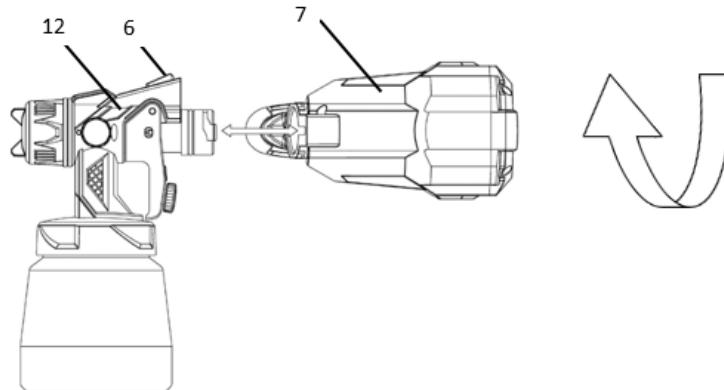

Рисунок 2
Для з'єднання частин потрібно вставити блок нагнітання повітря (7) в блок розпилення (12) і повернути його на 90° за напрямком вказаним стрілкою, Для роз'єднання – натиснути кнопку (6) і повернути у протилежному напрямку (Рисунок 2).